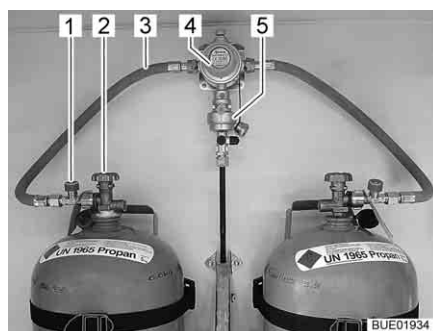
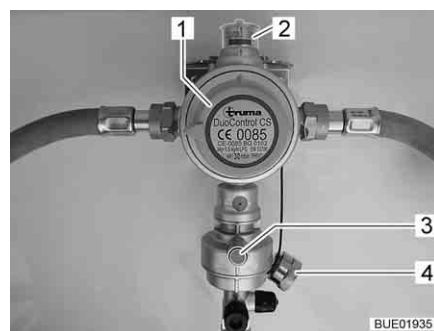

Fig. 60 Bombola del gas con DuoControl
Fig. 61 Impianto di regolazione DuoControl
L'impianto di regolazione DuoControl consiste in una valvola di commutazione (Fig. 60,4) e un sensore crash (Fig. 60,5). L'impianto di regolazione DuoControl è installato tra i tubi flessibili del gas (Fig. 60,3) con un dispositivo antirottura del tubo flessibile (Fig. 60,1). Con la manopola (Fig. 61,1) sulla valvola di commutazione è possibile stabilire quale delle bombole del gas viene utilizzata come bombola in uso e quale come bombola di riserva.
Nella finestra di controllo (Fig. 61,2) viene visualizzato lo stato del rifornimento di gas:
Il funzionamento con una sola bombola del gas è consentito, ma in questi casi il collegamento aperto deve essere assolutamente chiuso con una copertura cieca (Fig. 61,4).
Il sensore crash blocca l'alimentazione del gas in caso di forti vibrazioni (es. incidente). Il sensore crash viene azionato mediante pressione del tasto reset verde (Fig. 61,3).
Il dispositivo antirottura del tubo flessibile (Fig. 60,1) blocca il flusso di gas quando il tubo flessibile collegato si rompe. Il dispositivo antirottura del tubo flessibile deve essere attivato premendo il tasto verde.
Tramite la centralina di controllo (Fig. 62) è possibile attivare e disattivare l'alimentazione del gas tramite l'impianto di regolazione DuoControl. Le valvole principali di arresto (Fig. 60,2) delle bombole del gas e i rubinetti di arresto del gas degli apparecchi devono essere aperti manualmente.
- Con la manopola (Fig. 61,1) sulla valvola di commutazione selezionare la bombola del gas, da cui proviene la principale alimentazione del gas (bombola in uso). Girare la manopola fino all'arresto.
- Aprire le valvole principali di arresto (Fig. 60,2) delle bombole del gas.
- Premere il tasto verde del dispositivo antirottura del tubo flessibile (Fig. 60,1). Nella finestra di controllo (Fig. 61,2) viene visualizzato il simbolo verde.
- Chiudere le valvole principali di arresto (Fig. 60,2) delle bombole del gas.
Se la spia di controllo verde (Fig. 62,6) si spegne durante il funzionamento e la spia di controllo rossa (Fig. 62,5) si accende, significa che la bombola in uso è vuota e deve essere sostituita. Nella finestra di controllo (Fig. 61,2) viene visualizzato il simbolo rosso. La bombola di riserva continua ad alimentare le utenze a gas.
- Ruotare di mezzo giro la manopola (Fig. 61,1) in direzione della bombola del gas utilizzata. In questo modo questa bombola del gas ora è la bombola in uso, mentre la bombola del gas vuota diventa la bombola di riserva. Il simbolo nella finestra di controllo (Fig. 61,2) passa da rosso a verde.
- Chiudere la valvola principale di arresto (Fig. 60,2) della bombola del gas vuota. Osservare la direzione della freccia.
- Premere il tasto verde del dispositivo antirottura del tubo flessibile (Fig. 60,1).